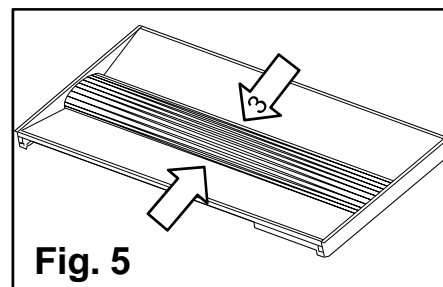

Fig. 5
1. Serrez le long de la **lentille** (n° 3) pour l'enlever (**Fig. 5**).
5. Serrez la **lentille** (n° 3) de nouveau en place (**Fig. 5**).